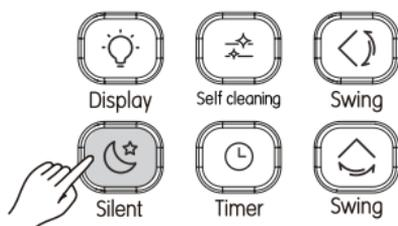

Рисунок 3.14
1) Когда блок находится в режиме охлаждения или нагрева, нажмите  (см. Рисунок 3.14), чтобы запустить режим «Бесшумный». На экране отображается значок ☾;